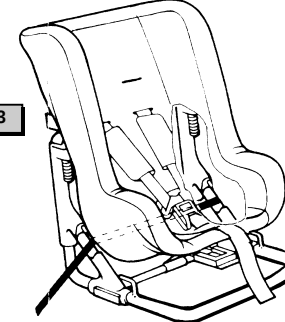

Fig 4
- Les sangles abdominales du harnais doivent être maintenues aussi bas que possible sur les hanches de manière à maintenir fermement le bassin. JAMAIS vers l'estomac. Pour serrer, s'assurer que les bretelles ne sont pas tordues, tirer sur l'ajusteur de harnais jusqu'à ce que ce dernier soit bien adapté autour du corps de l'enfant. En dernier lieu, abaisser les deux manchons de harnais des épaules sur la poitrine de l'enfant (Fig.4). Ne pas oublier que les manchons sont une caractéristique importante de sécurité - Ne JAMAIS utiliser le Siège de sécurité pour enfant sans ces manchons. Pour desserrer le harnais, appuyer sur le levier en inclinant vers l'avant dans le sens de la flèche et, de l'autre main, tirer sur les bretelles (Fig.4a au verso).